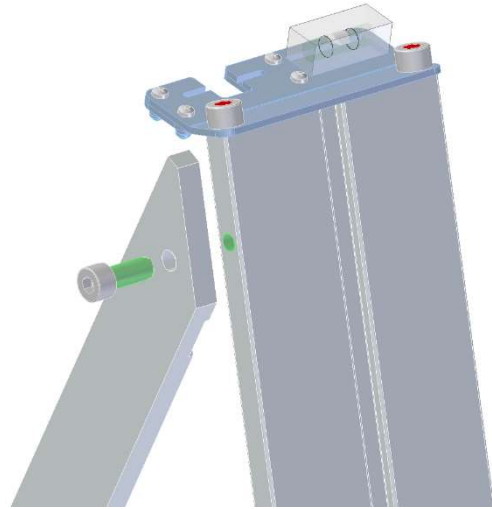

Fig. 1: Montaggio dell'asta di supporto al profilo
- Allentare la vite (v. Fig. 1), aprire l'asta di supporto.